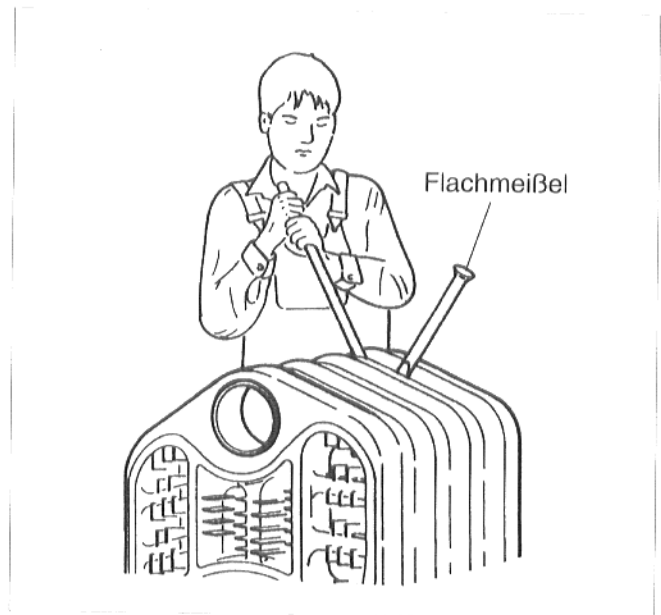

Abb. 4
- Flachmeißel neben der oberen Kesselnabe zwischen den Kesselgliedern ansetzen und den Kesselblock durch leichte Hammerschläge auf den Flachmeißel trennen (Abb. 4).